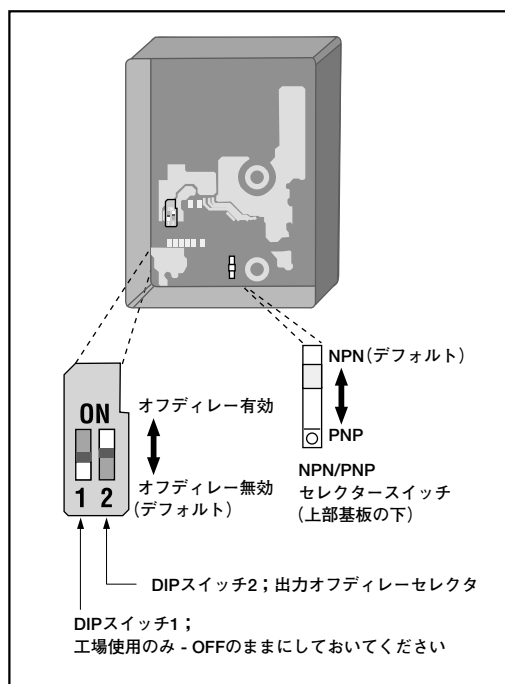

Fig.5 セレクタースイッチ；オフディレーとNPN/PNP出力
センサ内の2つのセレクトスイッチを使用して、出力オフディレーの設定、およびNPN出力とPNP出力の切り換えができます (page 4のFig.5を参照)。QL55シリーズには、型番によって最大75mmまでの3種類の検出距離の物を用意しています。
3. DIPスイッチ2 (Fig.5参照) をONに変更します。
2. スライド式NPN/PNPセレクタースイッチ(赤)を操作するには、4つのネジをゆるめ、サイドカバーを取り外します。スイッチは、ハウジング奥に位置します；2連DIPスイッチと間違えないようご注意ください。NPN/PNPセレクタースイッチは、回路基板下の取付ネジの隣にあります (Fig.5を参照)。